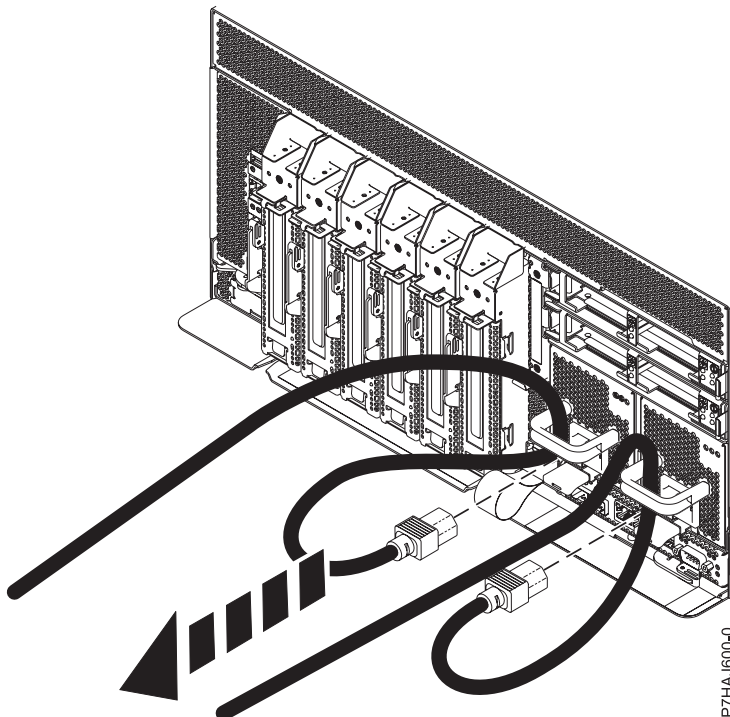

Figura 21. Quitar los cables de alimentación
3. Desconecte los cables de alimentación de la unidad del sistema como se muestra en la Figura 21.